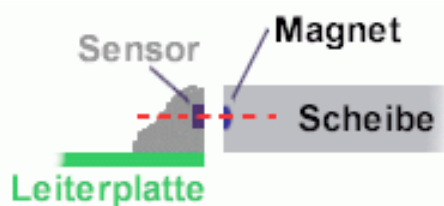

Abbildung 6 Korrekte Ausrichtung von Magnetring und Sensor.
- Dabei darauf achten, dass sich die Magnete in dem Magnetring auf Höhe des Sensors befindet, siehe Abbildung 6.